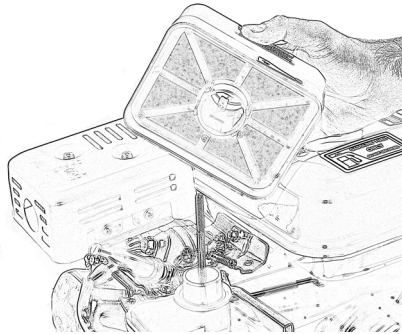

Abbildung 24
- Öffnen Sie die Flügelmutter oben auf dem Luftfiltergehäuse und ziehen Sie das Gehäuse nach oben ab, Abb. 24.